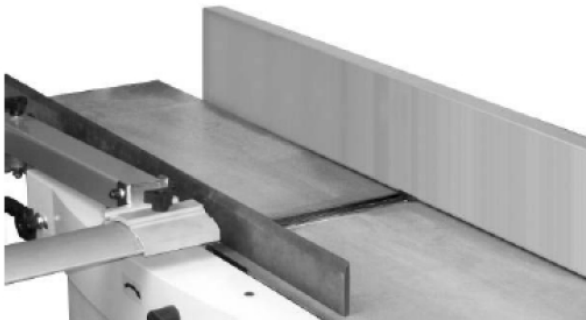

Abb. 12: Tischeinstellung
Schritt 7: Erhöhen Sie den Eingabetisch (G) bis er den Richtscheit (D) berührt. Der Richtscheit sollte gerade und eben über beide Tische liegen.
Schritt 8: Bewegen Sie den Richtscheit zur Rückseite des Ausgabetisches wie auf Abb.12 gezeigt wird und führen Sie den Test hierfür ebenfalls durch.